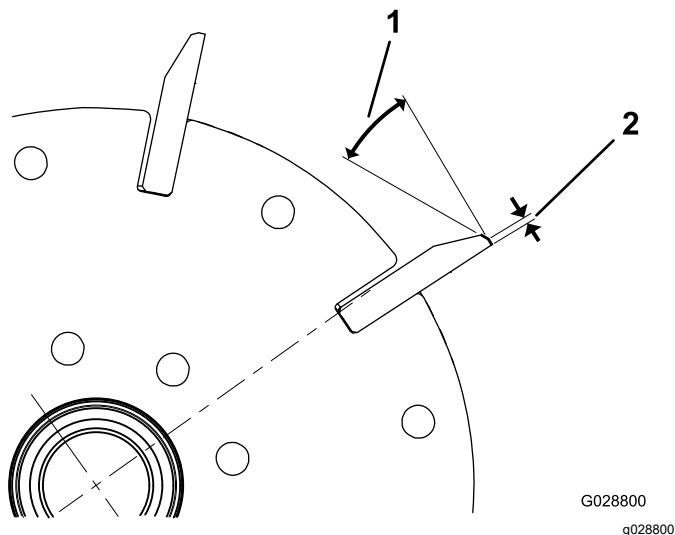

图 34
1. 对所有滚刀棱面进行 30° 铲磨直至棱面宽度达到 1.3mm 图 34。